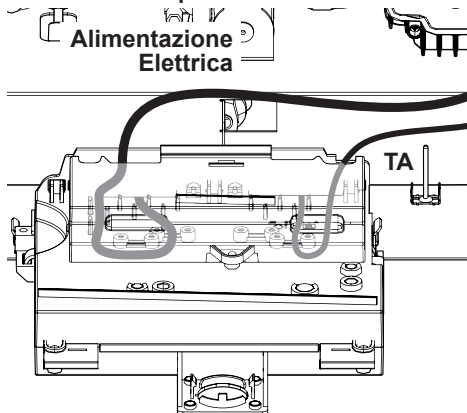

Figura 5.25
- Collegare il cavo di alimentazione elettrica all'interruttore onnipolare rispettando la corrispondenza della linea (filo marrone) e del neutro (filo azzurro) Figura 5.25.